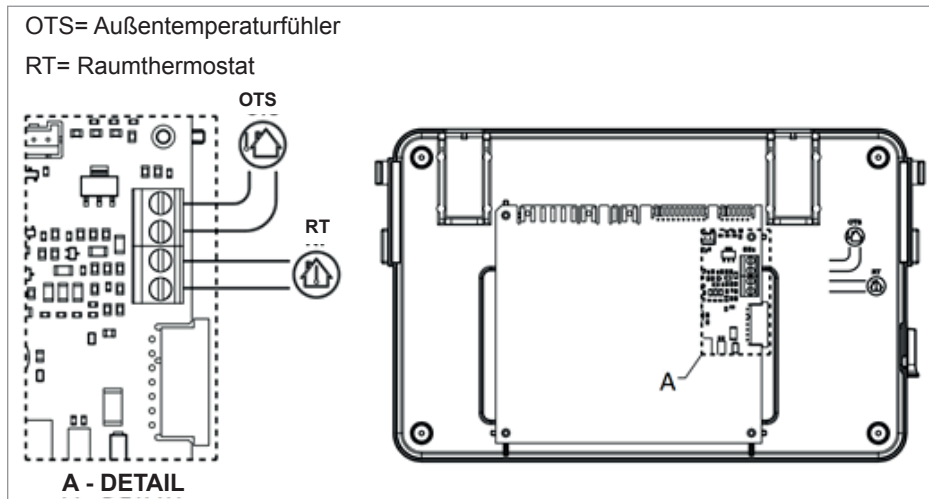

Abbildung 19. Kunststofftafel Innenansicht
- Schließen Sie die Kabel der Fernbedienung, des Raumthermostats und des Außenluftfühlers wie in Abbildung 19, Detail A, dargestellt an.